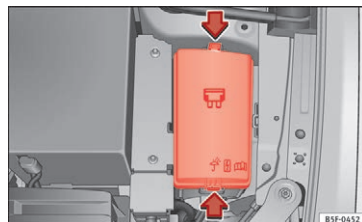

Fig. 101 I motorrummet: afdækning på sikringsboks
- Tryk på låsetapperne for at frigøre afdækningen til sikringsboksen » **Fig. 101.**